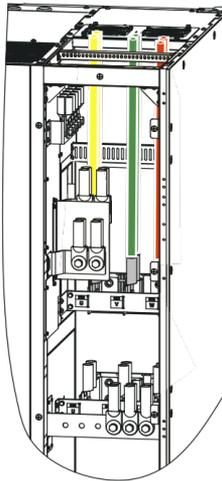

Figura 3-19 Cableado de entrada del bypass del UPS-IND HF 13300 y 13400
- Conecte los cables de entrada del bypass. Introduzca los cables de entrada de bypass en el hueco de cableado en la parte superior del UPS y conéctelos a la barra de cobre reservada para la bypass, como se muestra en la figura 3-19.